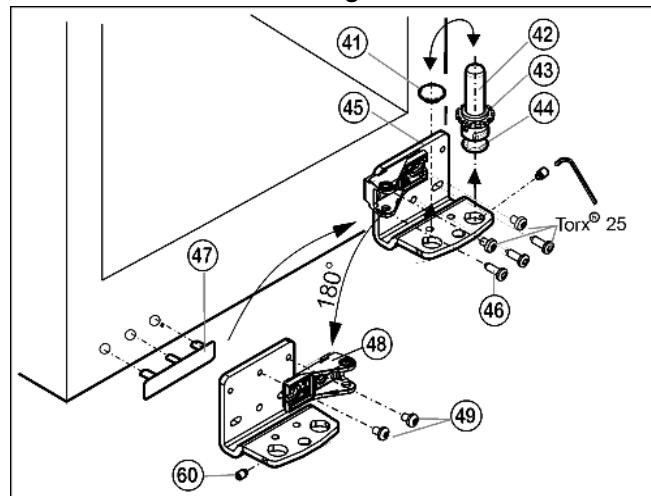

Fig. 13
- Gewindestift Fig. 13 (60) mit dem beiliegenden Inbus-schlüssel ca. 1 Umdrehung herausdrehen.
- Lagerbolzen Fig. 13 (42) komplett, mit Scheibe Fig. 13 (43) und Stellfuß Fig. 13 (44), nach oben herausdrehen.
- Stopfen Fig. 13 (41) abheben.
- Lagerbock Fig. 13 (45) abschrauben Fig. 13 (46).
- Gewindestift Fig. 13 (60) komplett herausdrehen und auf der Gegenseite am Lagerbock eindrehen, bis er außen bündig mit dem Lagerbock ist.
- Lagerteil Fig. 13 (48) abschrauben und innen um 180° gedreht wieder fest anschrauben Fig. 13 (49).
- Stopfen Fig. 13 (41) in das andere Loch wieder einsetzen.
- Griffseitige Abdeckung Fig. 13 (47) vorsichtig abheben und auf die Gegenseite umsetzen.
- Lagerbock Fig. 13 (45) auf der neuen Scharnierseite ggf. mit Hilfe eines Akkuschraubers **fest (mit 4 Nm)** wieder anschrauben.
- Lagerbolzen Fig. 13 (42) komplett, mit Scheibe und Stellfuß, wieder eindrehen.
- Gewindestift Fig. 13 (60) festziehen.
- Tür von oben auf Lagerbolzen unten Fig. 13 (42) aufsetzen.
- Die Türen eventuell über die beiden Langlöcher im Lagerbock unten Fig. 13 (45) und Lagerbock Mitte Fig. 11 (31) fluchtend zum Gerätegehäuse ausrichten. Dazu mittlere Schraube im Lagerbock unten Fig. 13 (45) herausdrehen.